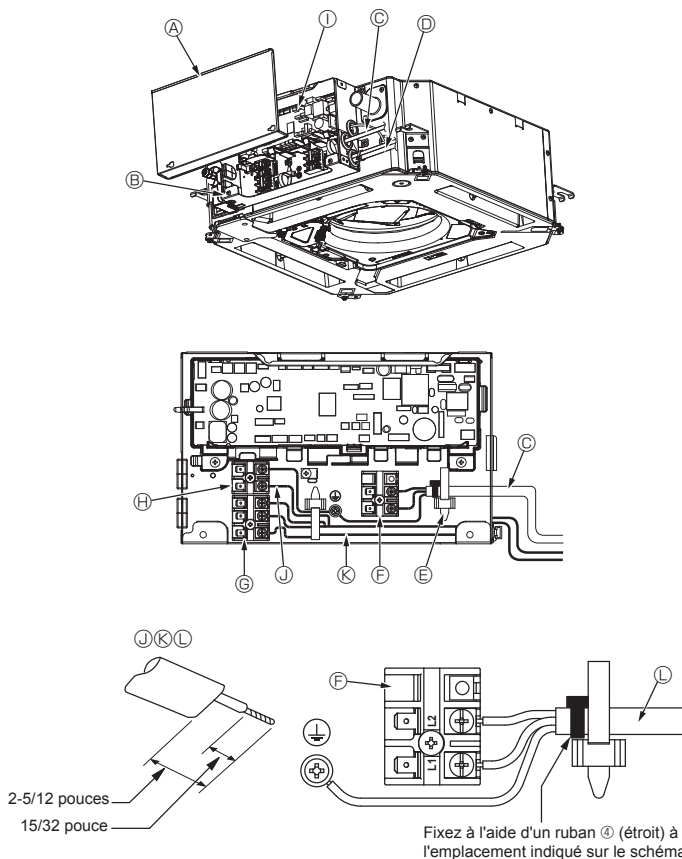
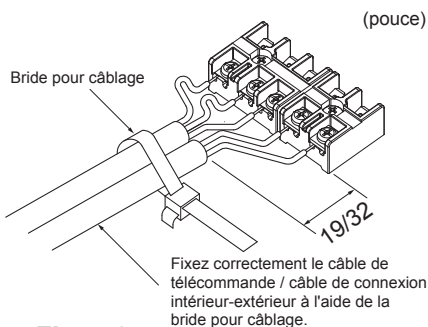

Fig. 4-1
Fig. 4-3
4.1. Appareil intérieur (Fig. 4-1, Fig. 4-2, Fig. 4-3)